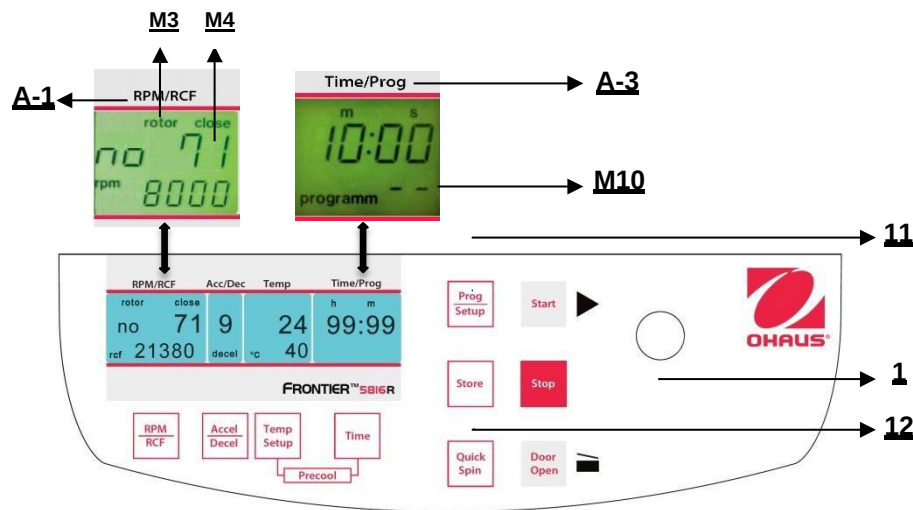

Figura 25
Pre richiamare i programmi salvati, premere il tasto **"Prog/Setup"** (11) (fare riferimento alla figura 25) quando il coperchio è già chiuso. Sul display **"Time/Prog"** (A-3), appare la parola **"programm --"** (M10). Il numero di programma desiderato può essere preselezionato mediante la manopola di regolazione (1).